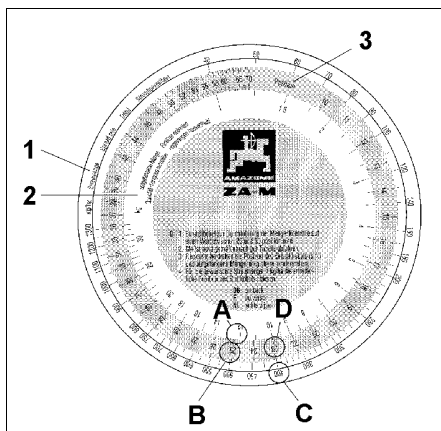

Рис. 31
1. Внешней шкалы белого цвета для необходимой нормы внесения [кг/га] (норма распределения) (Рис. 31/1).
2. Внутренней шкалы белого цвета для уловленного во время проведения контроля нормы внесения количества удобрений [кг] (уловленное количество) (Рис. 31/2).
3. Центральной цветной шкалы с позицией шиберной заслонки (положением) (Рис. 31/3).
- Возьмите в руки счетный диск. Найдите на шкале (Рис. 31/2) для уловленного количества [кг] числовое значение **12,5** (Рис. 31/A) и совместите с выбранным положением шибберной заслонки (позиция) **25** (Рис. 31/B) цветной шкалы (Рис. 31/3).
- Найдите необходимую норму внесения **400 кг/га** (Рис. 31/C) и определите нужное положение шибберной заслонки (позицию) **23** (Рис. 31/D).